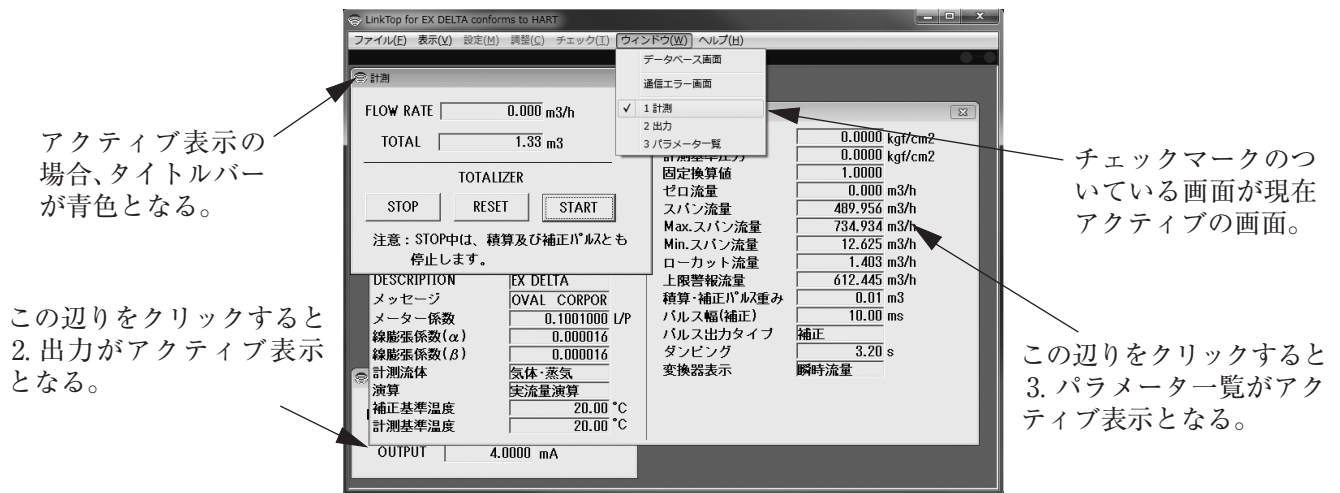

図58
- ① 画面上に図58のように3つのメッセージボックスが表示されている場合、メニューの「ウィンドウ」をクリックすると、現在画面上に表示されているメッセージボックスの名前が表示され、アクティブ表示となっている画面にはチェックマークがつきます。
- ② ここで、アクティブ表示にしたいウィンドウ名をクリックするとその画面がアクティブ表示となります。
- ③ アクティブ表示、非アクティブ表示の切換は別の方法でも行えます。画面上でアクティブ表示にしたいメッセージボックスのどこかをクリックすれば、そのウィンドウがアクティブ表示となります。図58を参照してください。